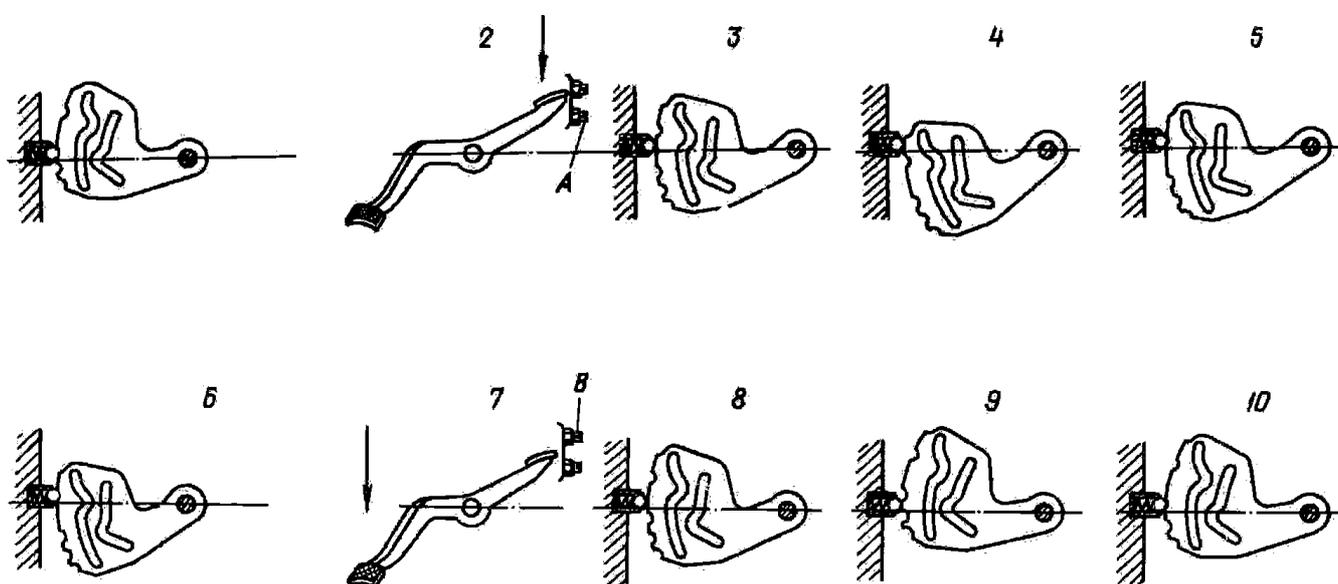

Fig. 17 Réglage du mécanisme de changement de vitesse
Le mécanisme est réglé à l'aide des butées (vis de réglage) limitant la rotation de la manivelle des cliquets (fig. 17) et, par conséquent, la course du sélecteur de vitesses.
**Régler la butée intérieure :** Placer le secteur de changement de vitesses en position de la vitesse II. Le verrou de secteur s'introduit alors dans la poche correspondante du secteur (pos. 1, v. fig. 17).